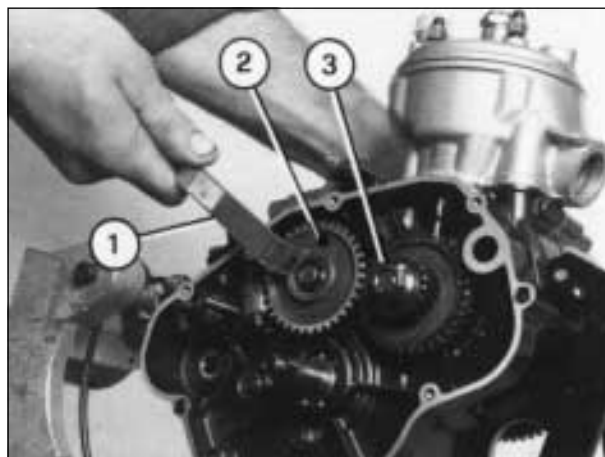
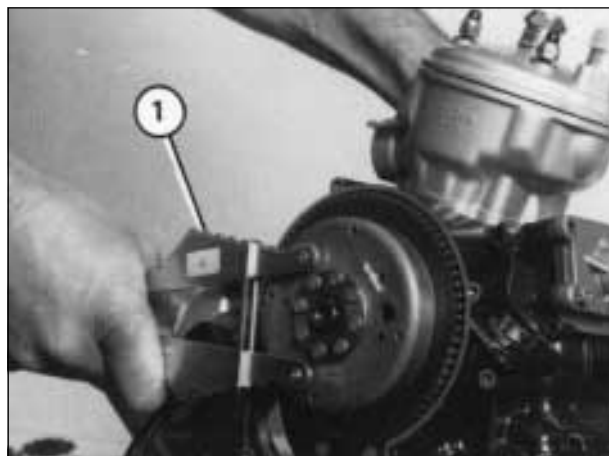
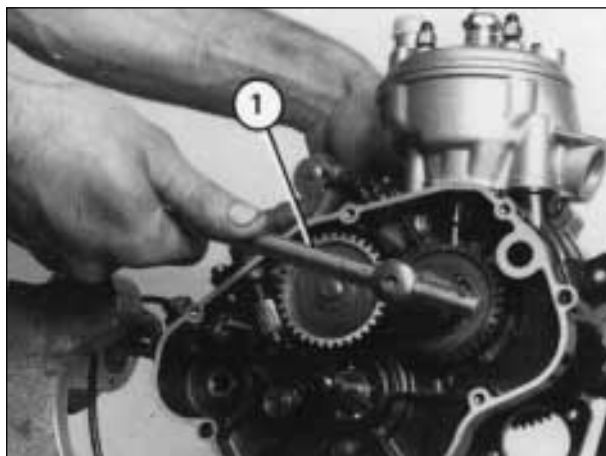

Fig. 10
Fig. 11
Fig. 12
- 11) USANDO l'apposita chiave di fermo volano magnete (1-Fig. 11) bloccare il volano, e con la chiave (1-Fig. 10) allentare il dado di fissaggio dell'ingranaggio sul contralbero.
- 11) USING the magneto flywheel locking wrench (1-Fig. 11), lock the flywheel and slacken the retaining nut of the gear on the countershaft with the wrench (1-Fig. 10).
- 12) RIMUOVERE l'ingranaggio sul contralbero (2-Fig. 10) e la chiave.
- 13) SVITARE il dado (3-Fig. 10) con una chiave da 19 mm (1-Fig. 12), mantenendo sempre fermo il volano con l'apposita chiave; sfilare quindi nell'ordine il pignone motore, l'ingranaggio conduttore contralbero, la chiave, la boccia distanziale e l'anello or.
- 12) REMOVE the gear on the countershaft (2-Fig. 10) and the key.
- 13) UNSCREW the nut (3-Fig. 10) with 19 mm wrench (1-Fig. 12), always holding the flywheel still with the special wrench: then remove, in this order, the primary drive gear, drive gear, the key, the spacer bushing and the o-ring.